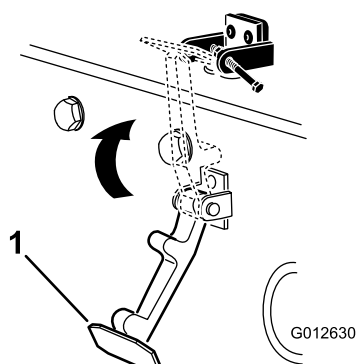

Figura 14
6. Agganciate il fermaglio sulla relativa staffa (Figura 14).